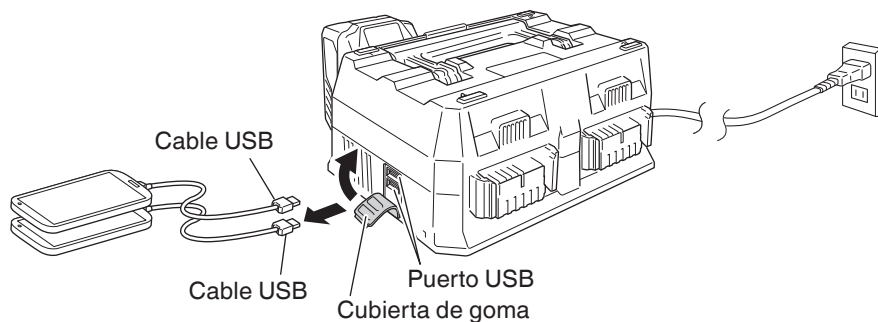

Fig. 7
(4) Cuando se haya completado la carga (Fig. 7)
- Apague el interruptor de alimentación USB y desenchufe el cable de alimentación de la toma de alimentación eléctrica. (Fig. 7)